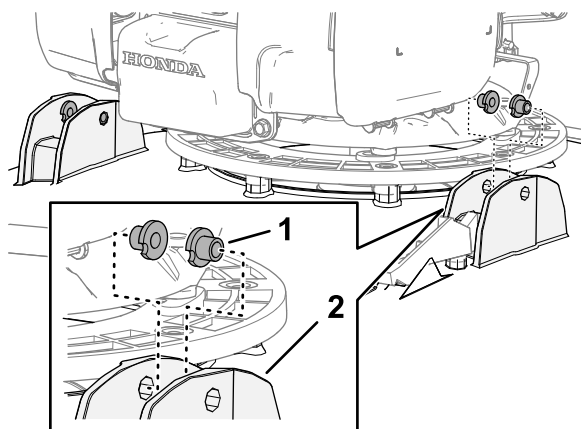

Figura 5
1. Monte 5 casquillos en T en las bridas del manillar de la carcasa de corte (Figura 5).